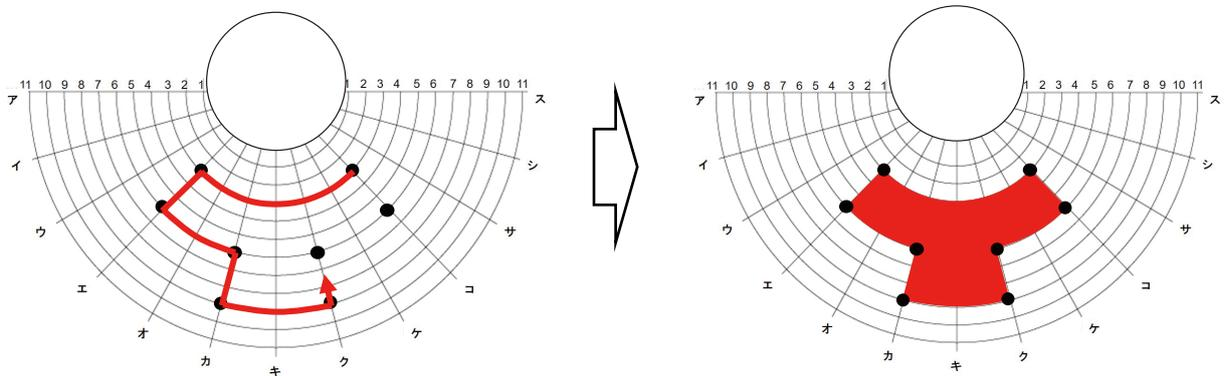

図9 方眼紙B（扇型）
2) 方眼紙Aに描いた図形のたてとよこの交点を、次の頁の方眼紙B（扇型）に写し取ります。写し取った交点を線で結ぶと変形図形（ひずみ絵）ができます（図9）。